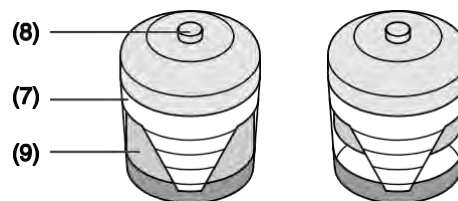

Рис. 5.3 Вакуумный индикатор
1. Снимите фиксаторы (1) и извлеките пылеуловитель (2). Очистите пылесборник.
2. Извлеките элемент (4) из корпуса (5).
5. Восстановите исходное состояние вакуумного индикатора (рис. 5.3), нажав кнопку сброса (8).